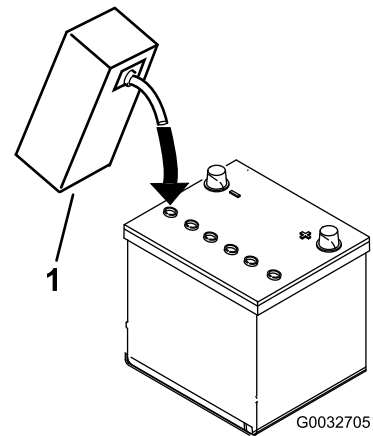

图7
3. 小心为每个电池注入电解液直到电池极板被大约 6mm 的液体覆盖 图7。
4. 等待约 20 至 30 分钟以便电解液渗透到极板内。必要时加注电解液使电解液保持在加注井底部约 6mm 范围内 图7。